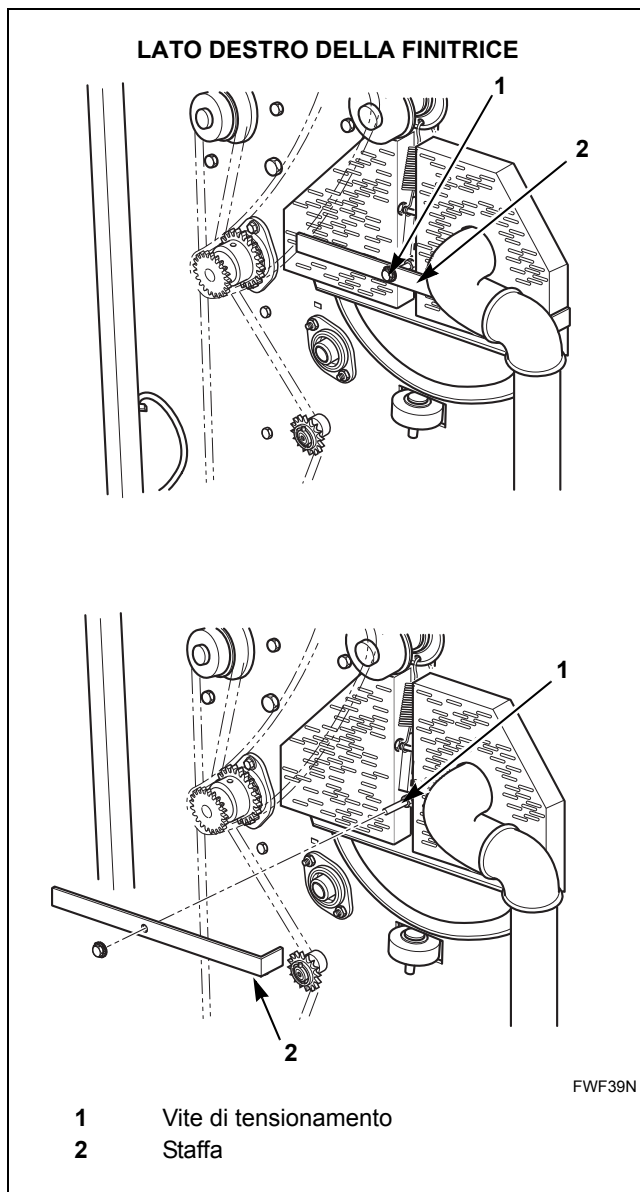

Figura 29
2. Individuare i meccanismi di tensionamento dei nastri di ritorno su ciascun lato della finitrice. Consultare la *Figura 29*.